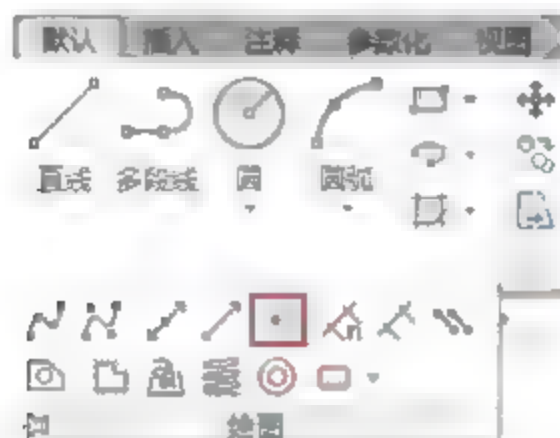

图3-116 单击按钮
- 功能区：在【默认】选项卡中，单击【绘图】面板中的【多点】按钮，如图3-116所示